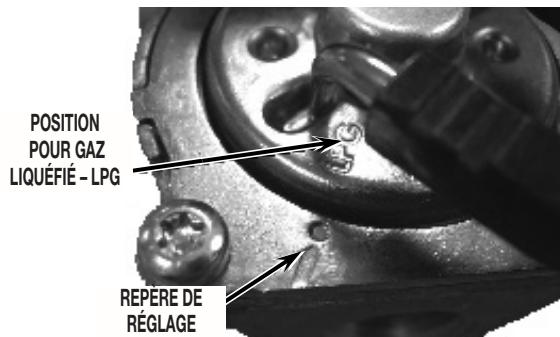

FIGURE 8
9. Faire tourner le couvercle de réglage de 25 degrés dans le sens antihoraire – aligner la marque “LPG” avec le repère de réglage sur l'électrovanne d'admission de gaz. Voir la Figure 8.